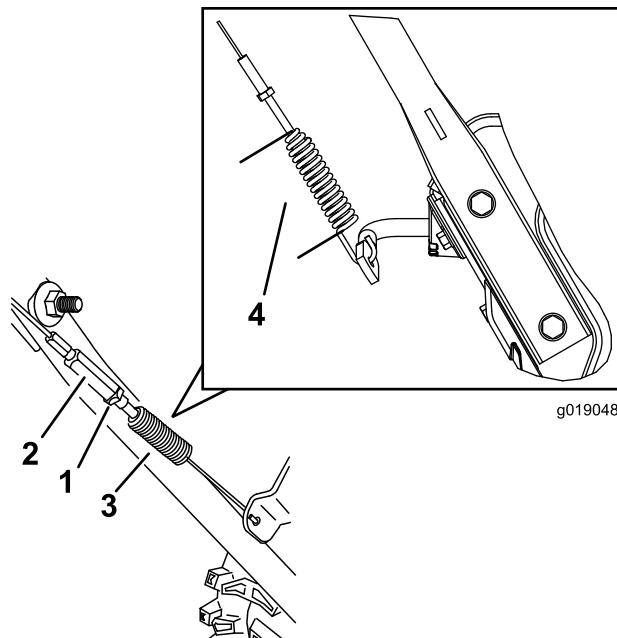

Figura 38
- Serrate il controdado (Figura 38), assicurandovi che vi sia una leggera tensione del cavo.